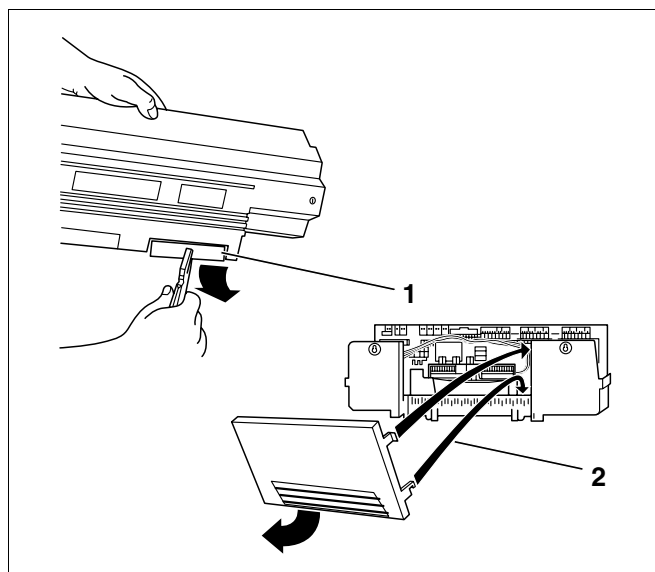

Fig. 61 Klargjøring av kabelgjennomgang
- Brekk om nødvendig ut avbrekkingsdelene (Fig. 61, **Pos. 1**) i bakveggen til kabelgjennomgangen (Logamatic 33xx) hhv. ta av bakveggdelen (Logamatic 43xx) (Fig. 61, **Pos. 2**).
- Heng den nedre haken i bakveggdelen (Logamatic 43xx) på klemmerammen og trykk oppe til hakene på siden smetter på plass (Fig. 61, **Pos. 2**).